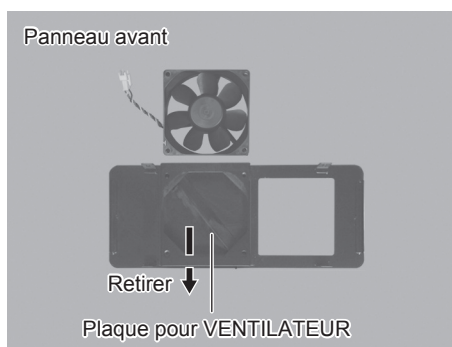

Fig. 42
(7) Retirez le VENTILATEUR du boîtier (panneau avant) du BOÎTIER DE CONTRÔLE (Fig. 42).
(8) Retirez la plaque pour VENTILATEUR du boîtier (panneau avant). Nettoyez le boîtier (panneau avant) et la plaque avec un tissu qui ne peluche pas (Fig. 42).